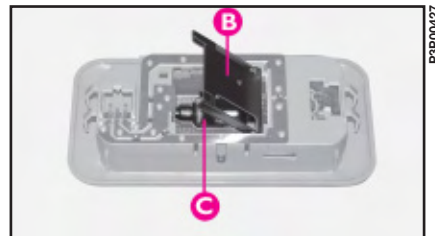

fig. 29
2) Til deksel **B**-fig. 29 omhoog en verwijder de defecte lamp.